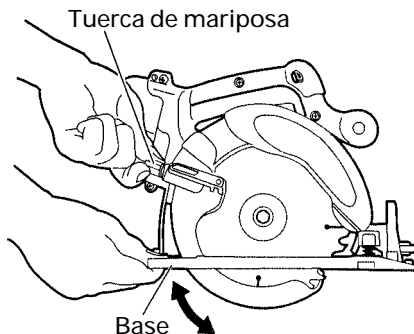

Fig. 8
Si la tuerca de mariposa de ajuste de la profundidad de corte (Fig. 8) estuviese floja, podrían producirse lesiones. Cerciórese de que esté apretada con seguridad.
1. Ajuste de la profundidad de corte (Fig. 8)